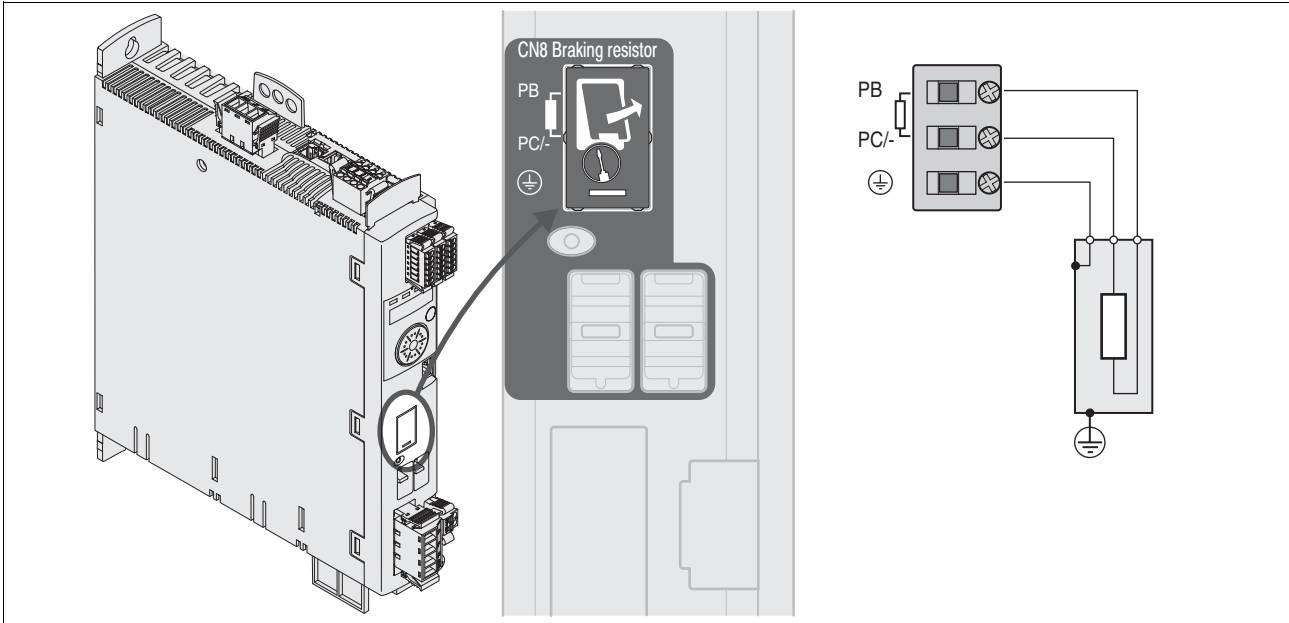

图 6.6 制动电阻接线图
- ▶ 将外部制动电阻连接在设备上，参见 图 6.6。注意接线端子螺钉的不同拧紧扭矩。